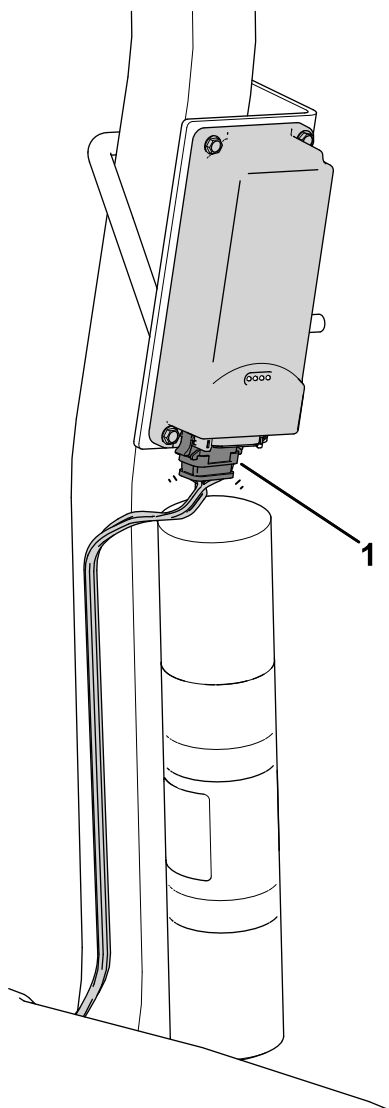

Figura 12
3. Instale el conector marcado P02 del arnés de cables de la telemática en el dispositivo telemático (**Figura 12**).